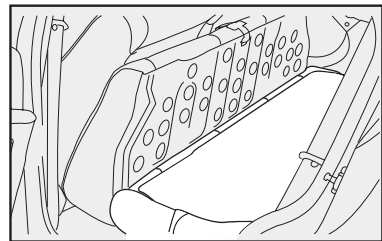
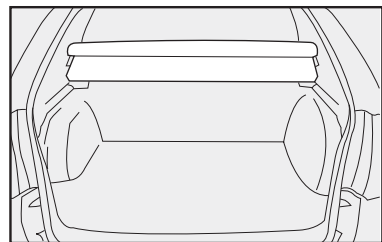

fig. 111
fig. 112
6) Rebater para a frente o encosto **fig. 111** do banco traseiro passando pelos cintos de segurança traseiros de modo a obter um único plano de carga no compartimento de bagagens **fig. 112**.